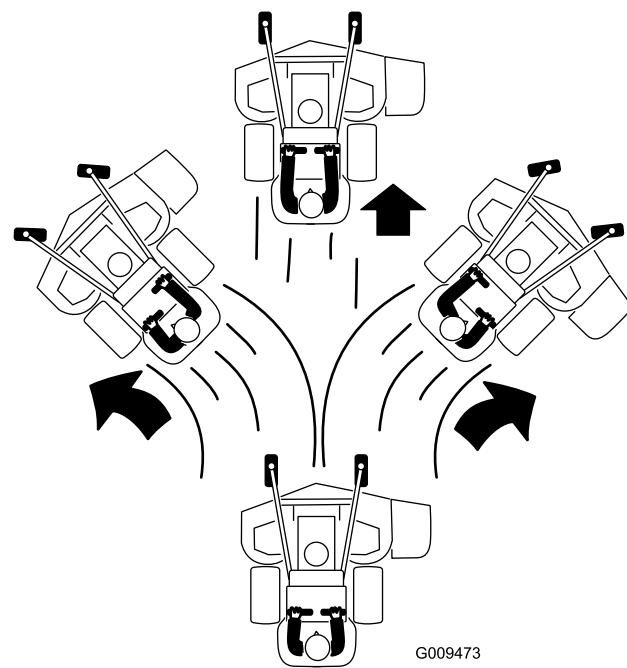

Figure 20
- 4. Poussez les leviers de commande de déplacement lentement en avant (Figure 20).